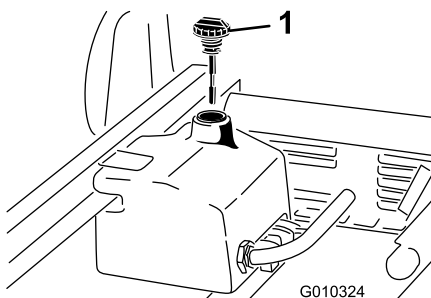

Figura 20
1. Limpe a zona em redor do tubo de enchimento e da tampa do depósito hidráulico (Figura 20). Retire a tampa do tubo de enchimento.
2. Retire a vareta (Figura 20) do tubo de enchimento e limpe-a com um pano limpo. Introduza a vareta no tubo de enchimento, retire-a e verifique o nível do fluido. O nível de óleo deverá ficar entre as duas marcas da vareta.